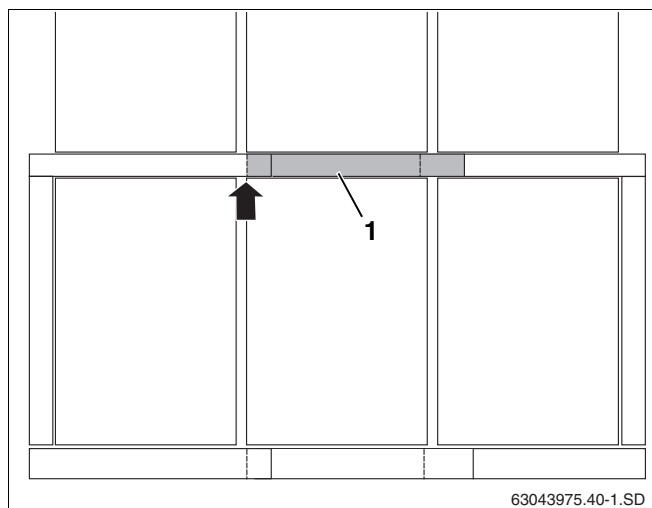

Fig. 53 Posicionamento das chapas de cobertura central
No caso de mais de dois colectores, são necessárias chapas de cobertura centrais (fig. 53, **item 1**) entre as filas de colectores. Estas devem ser montadas e alinhadas à esquerda do colector (seta).